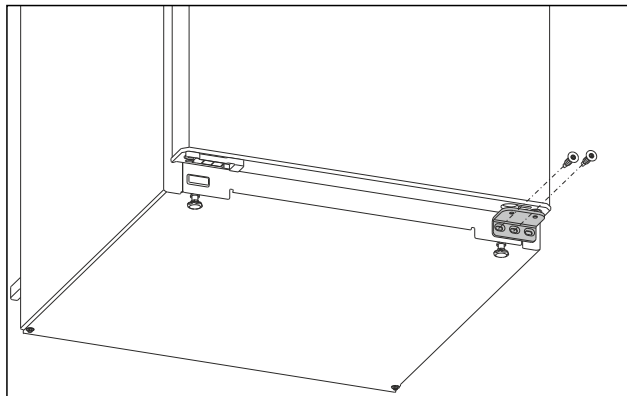

Fig. 4
- ▶ Am unteren Lagerbock die mittlere Schraube mit Schraubendreher Torx 20 herausdrehen. Fig. 4 ()
- ▶ Am unteren Lagerbock die innere Schraube mit Schraubendreher Torx 20 herausdrehen. Fig. 4 ()